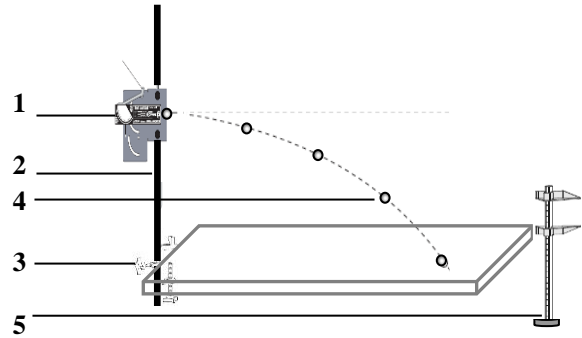

Fig.3 Dispositif expérimental de la chute parabolique
1. Fixer la tige et son support près d'une extrémité de la table. (Voir figure 3)